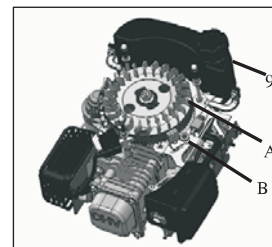

Fig. 12
4. Verplaats de starthendel (op de apparatuur) om de vliegwielerrem los te laten en controleer of er speling is tussen de hendel van de toerentalregelaar en de terugkeerstaaf van de gashendel als de gashendel in de stand snel (of hoog) staat. Controleer ook of er minimaal 2 mm speling is tussen de stoppen en de remkabelbeugel. (Zie Fig. 12)